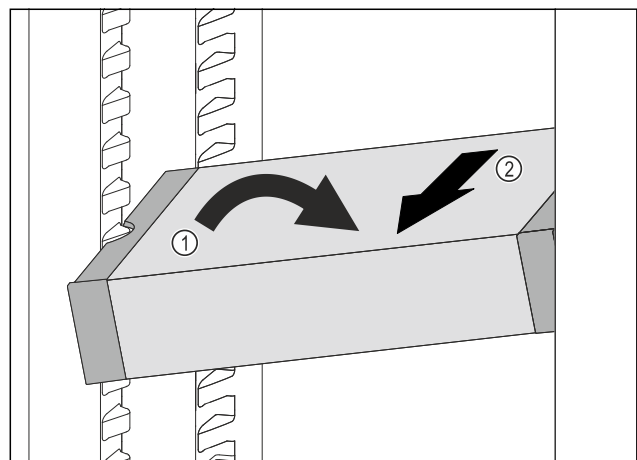

Fig. 94
- VarioSafe im Kühlteil schräg stellen. Fig. 94 (1)
- VarioSafe nach vorne entnehmen. Fig. 94 (2)